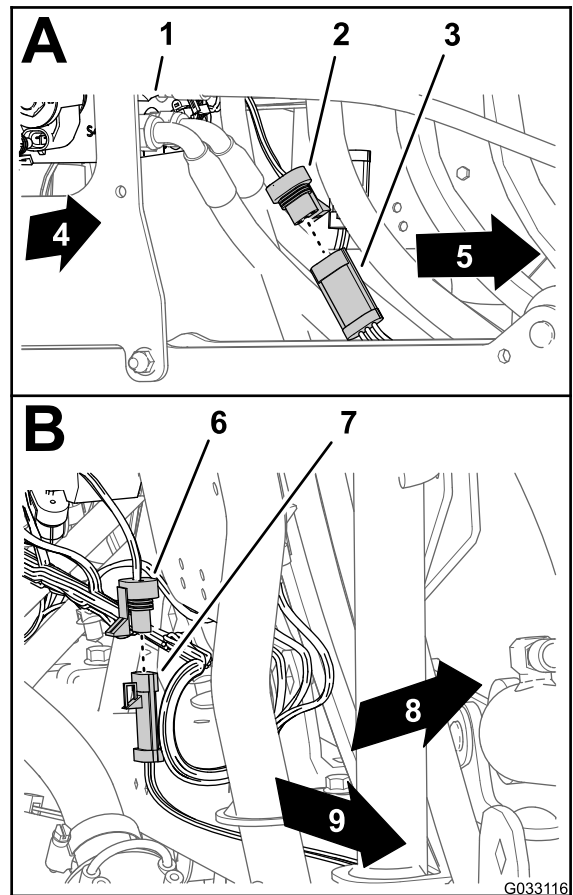

Figura 145
1. Conecte el conector hembra de 3 vías del arnés de cables del brazo sónico al conector de 3 pines del cable para el sensor ultrasónico derecho (A de la Figura 145).
2. Conecte el conector hembra de 3 vías del arnés de cables del brazo sónico del conector de 3 pines del cable para el sensor ultrasónico izquierdo (B de la Figura 145).